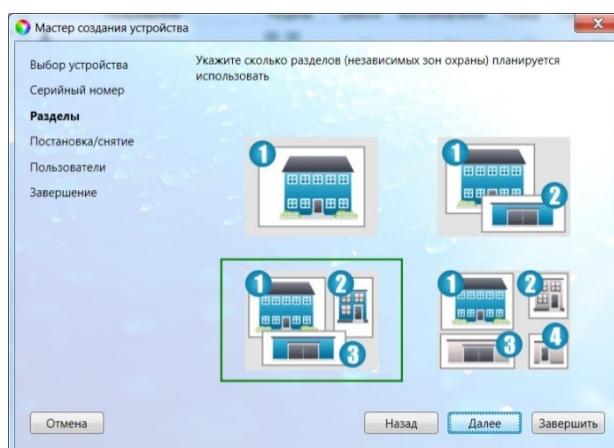

Рис. 5.7. Окно *Разделы*
10. В следующем окне *Разделы* укажите необходимое количество разделов (рис. 5.7). Сведения об использовании разделов см. в разделе 1.1.